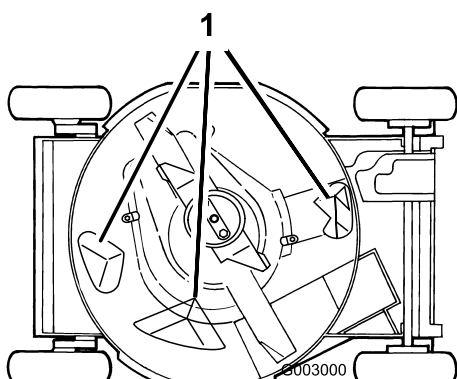

Figura 34
Para asegurar el mejor rendimiento, mantenga limpios los bajos de la carcasa. Tenga especial cuidado de mantener libres de residuos los deflectores (Figura 34).
5. Retire las 2 tuercas de la cuchilla, el protector de césped, el acelerador y la cuchilla (Figura 34).